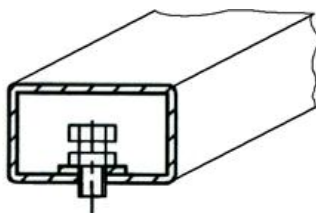

Рисунок 4.2
① После транспортирования или хранения станка при температуре воздуха ниже +5°C, необходимо перед распаковкой выдержать станок при температуре (25±10) °C в течение не менее 4 часов.
4.2.2 Установить станок на ровное жесткое основание, допустимое отклонение основания от горизонтали – 0.5° (8 мм на 1 метр), так, чтобы все опоры станка касались основания. Это обеспечивается при помощи 2-х регулируемых опор (рисунок 4.2).